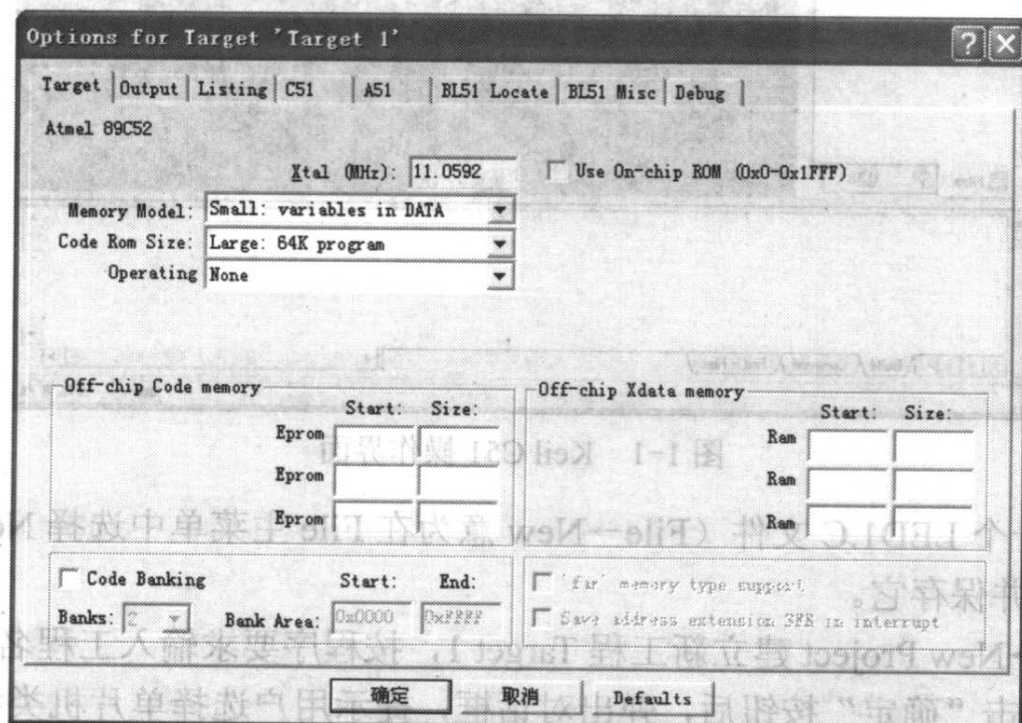
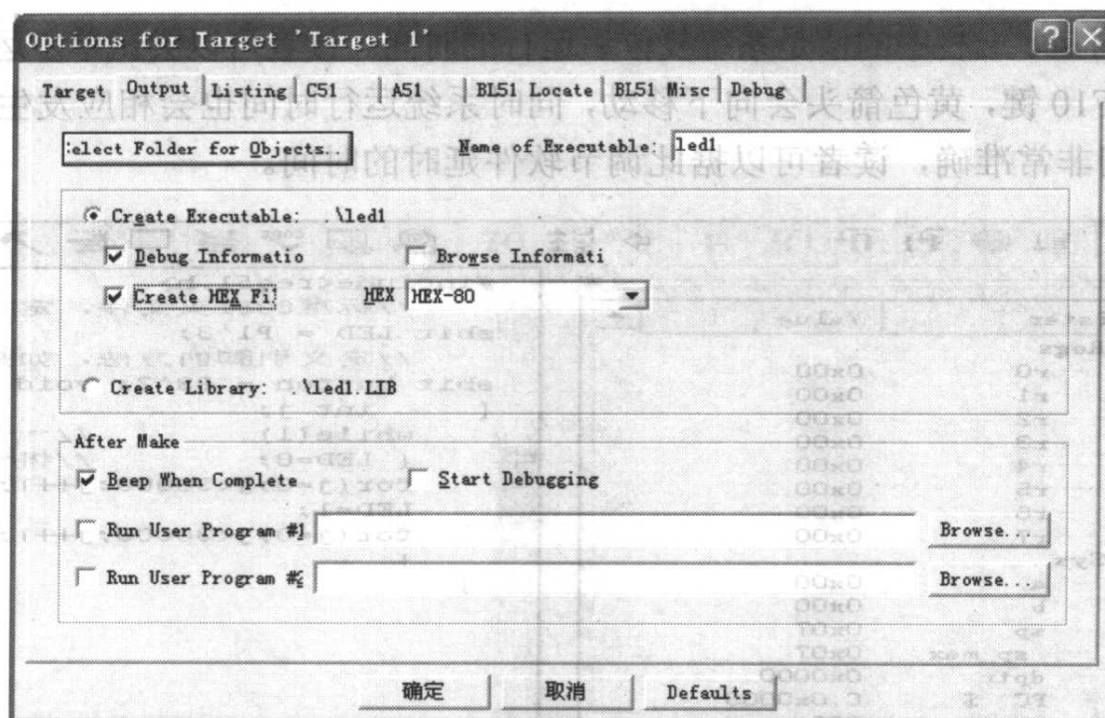

图 1-3 设置用户系统的晶体振荡器频率
图 1-4 创建可执行文件
4. 通过 Project→Options for Target ‘Target 1’, 在 Xtal (MHz) 后面的文本框中填入用户系统的晶体振荡器频率, 如 11.059 2 MHz (如图 1-3 所示)。然后切换到 Output 标签, 选中 Creat HEX File 复选框, 单击“确定”按钮 (如图 1-4 所示)。这样 Keil C51 编译器就可以输出单片机的可执行文件 LED1.HEX 了。